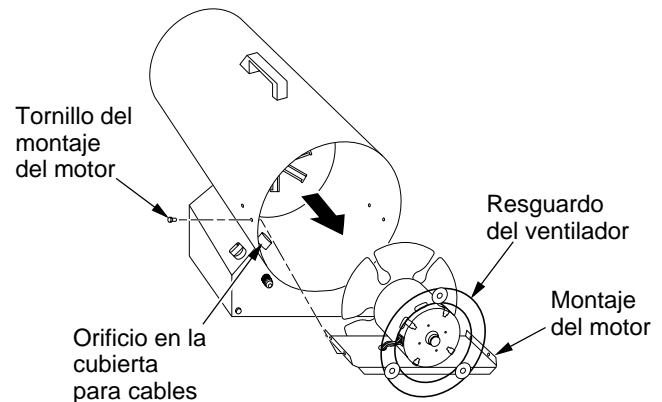

Figura 6: Desmontaje del motor, del montaje del motor y del resguardo del ventilador del calentador
5. Quite los tornillos que sujetan el montaje del motor a la cubierta. Use un destornillador para tuercas (consulte la figura 6).